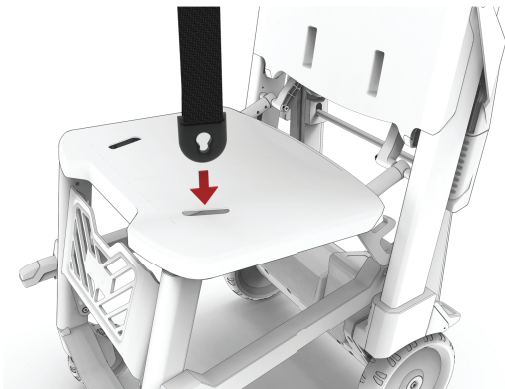
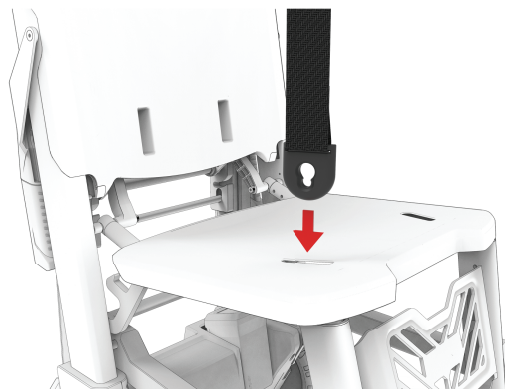

Figure 16 – Clip du siège, côté gauche du patient
Figure 17 – Clip du siège, côté droit du patient
1. Avec la sangle de retenue du côté droit du patient, insérer le clip du siège droit du patient par le trou droit du patient dans le plateau du siège (Figure 16 et Figure 17).